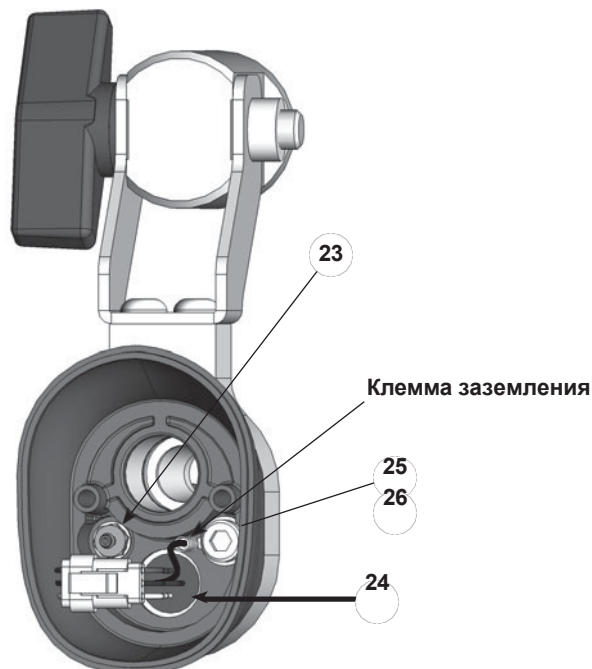

Рисунок 17 Пистолет Разборка - замена кабельной розетки и колючего фитинга
5. Вставьте маленькую плоскую отвертку в прорезь на разъемах жгута проводов и отделите жгут проводов розетки (24) от жгута проводов блока питания.
6. См. рисунок 17. Отсоедините прозрачную трубку для промывки воздуха от колючего фитинга (23) внутри задний корпус.
- а. См. рис. 17. С помощью шестигранного ключа на 4 мм выверните винт с шестигранной головкой (25) и шайбу (26), чтобы отсоединить клемму заземления.
- g. См. рисунок 17. Подсоедините клемму заземления к торцевой крышке с помощью винта с шестигранной головкой и шайбы (25, 26).
16. См. рисунок 17. Подсоедините трубки для промывки воздухом к колючему фитингу, а жгут питания - к кабельной розетке.